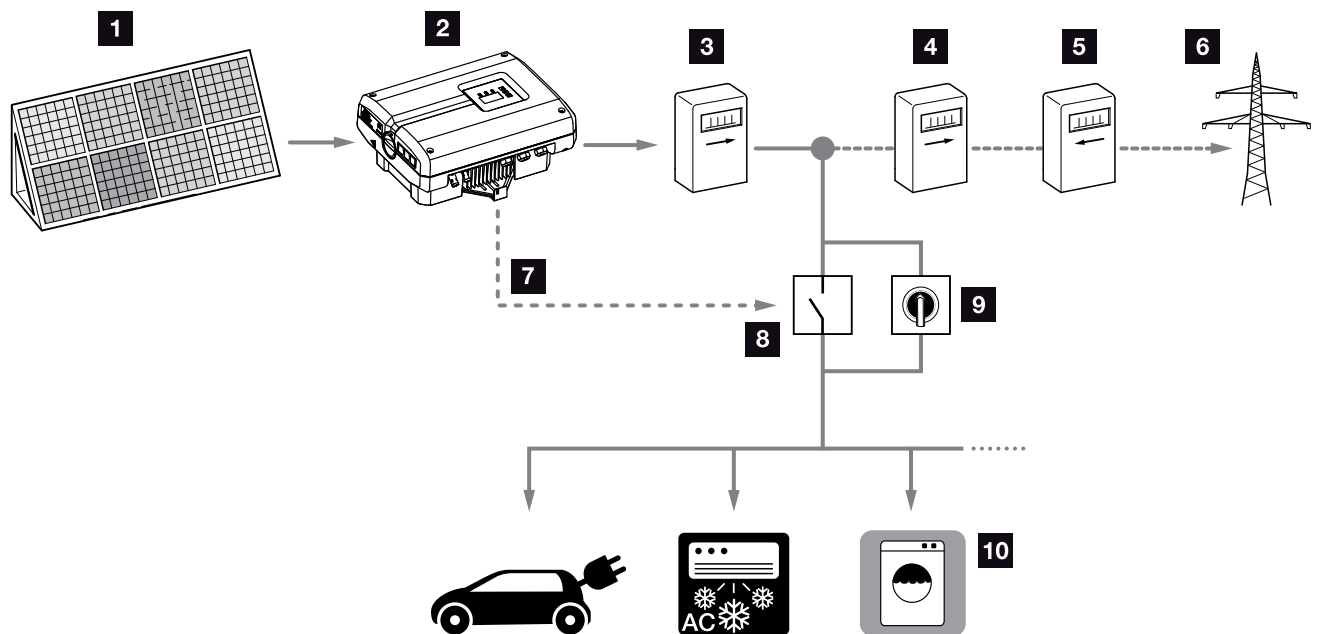

Fig. 59: Configuración del autoconsumo
3. Instalar y conectar conforme a la normativa el resto de componentes para el autoconsumo. **Fig. 59**